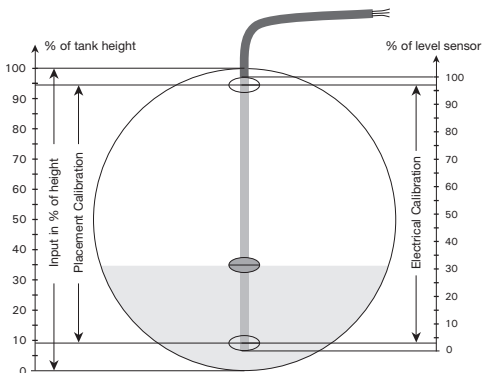

Рис. 1, разрез горизонтально расположенного резервуара
Описание настройки со входом потенциометра исходит из Рис. 1. Обратите внимание, что ПО PRelevel имеется только на английском языке. Поэтому тексты меню имеют тот же вид, что и на дисплее. Выберите закладку **[Input]:**
**[Electrical Calibration]** Здесь вводятся границы или ПО PRelevel измеряет диапазон на подсоединенном потенциометре, который должен или может детектироваться. Преобразователь должен быть подключен к коммуникационному интерфейсу Loop Link, чтобы можно было произвести измерения значений. Значения на Рис.1 равны Low (Низ.) = 3% и High (Выс.) = 97%.
**[Placement Calibration]** Здесь вводится местонахождение точек Low и High, определенных в 'Electrical Calibration', на уровнемере по отношению к высоте резервуара. Эти значения используются частью для расчета линеаризованных значений, частью для вычисления 0- и 100% высоты. Значения на Рис. 1 равны Low (Низ.)= 9% и High (Выс.) = 94%.
**[Input]** Здесь вводится желаемый диапазон ввода по отношению к высоте. Когда входные сигналы Low и High выбраны как 0 и 100%, то входной сигнал никогда не будет ниже 9% и выше 94%, что обусловлено формой и положением уровнемера. Если диапазон выхода будет 4...20 mA, то значение выходного сигнала будет составлять от 5,44 до 19,04 mA. Значения на Рис. 1 составляют Low (Низ.) = 0% и High (Выс.) = 100%.